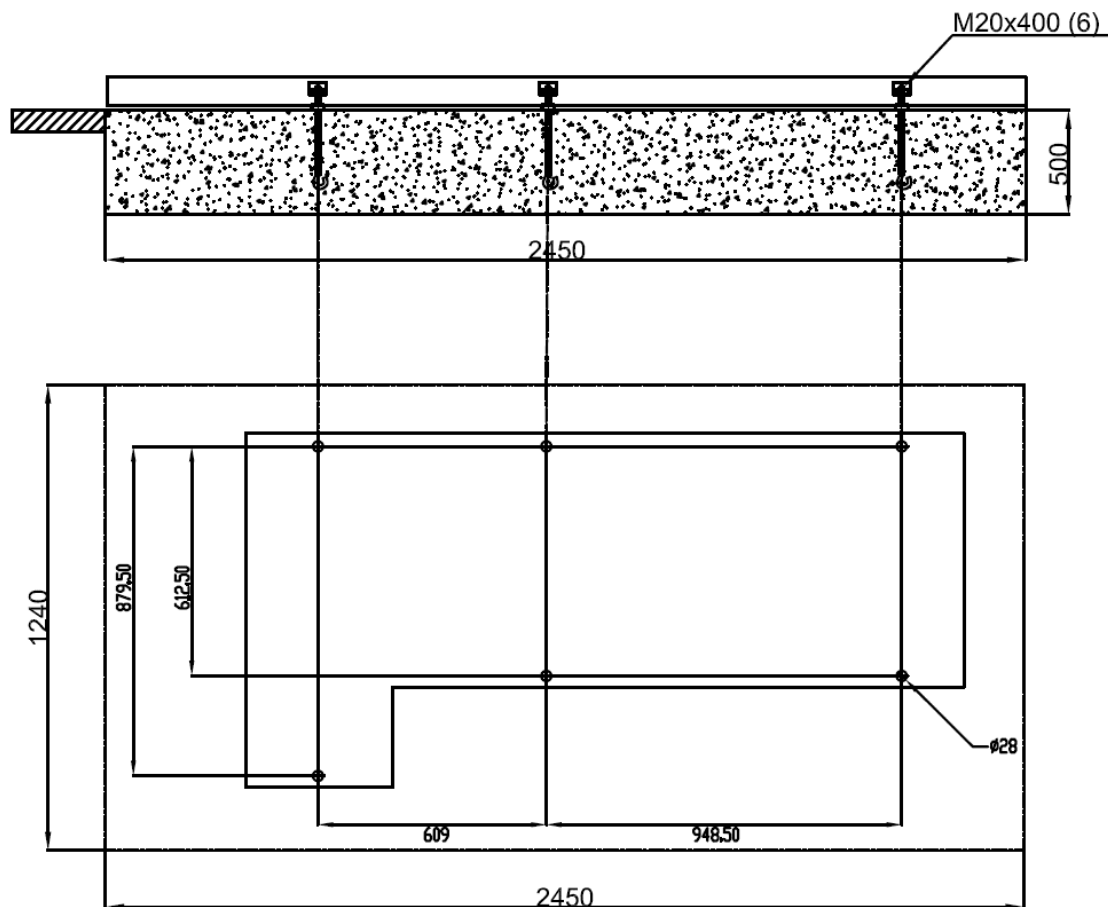

Рис. 7 Схема станины станка с расположением опорных болтов
- Для максимальной точности рекомендуется залить фундамент по Рис. 7.
- a) Установите регулировочные опоры на фундамент согласно Рис. 7 и зафиксируйте цементом.